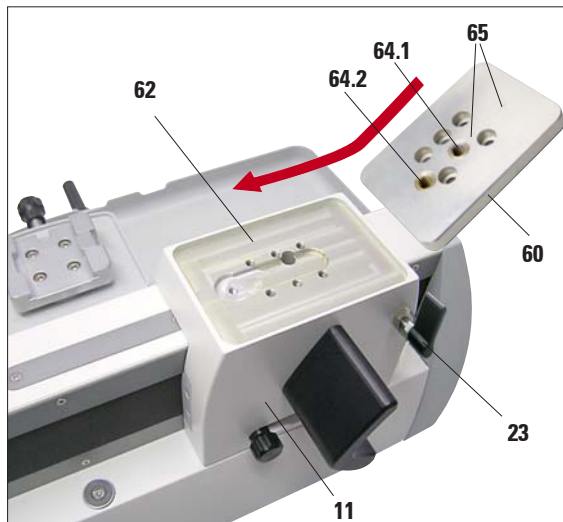

Fig. 9
- Comme indiqué à la Fig. 9, poser la plaque intermédiaire sur la surface utile. Veiller à ce que les deux repères (65) soient situés en haut et orientés vers l'arrière.